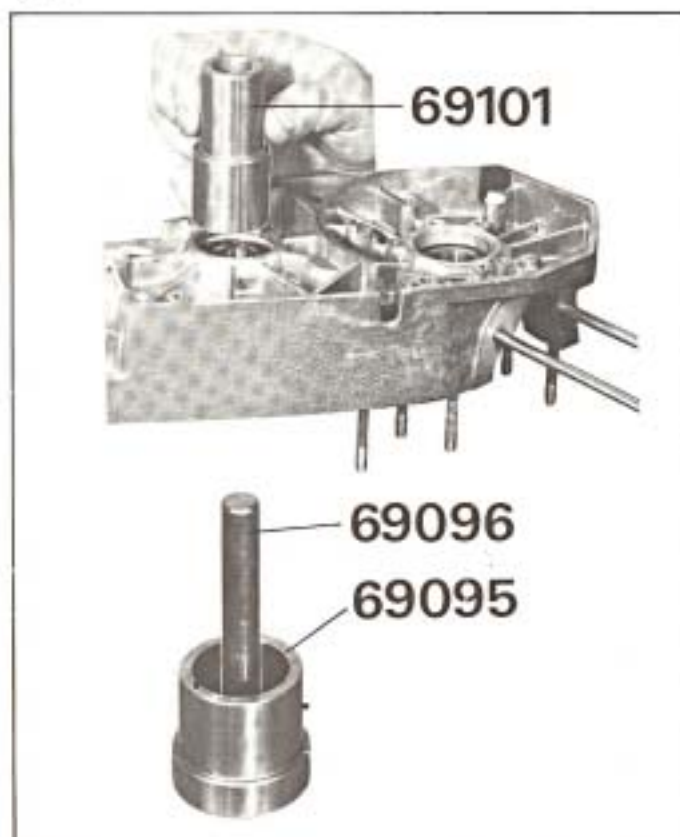

Fig. 51
- Disposer sur l'outil, le carter préalablement chauffé (80 à 100°), la chambre des volants tournée vers le bas. Descendre à fond le roulement (graissé) à l'aide du chasse 69101, en utilisant le côté grand diamètre (figure 51).